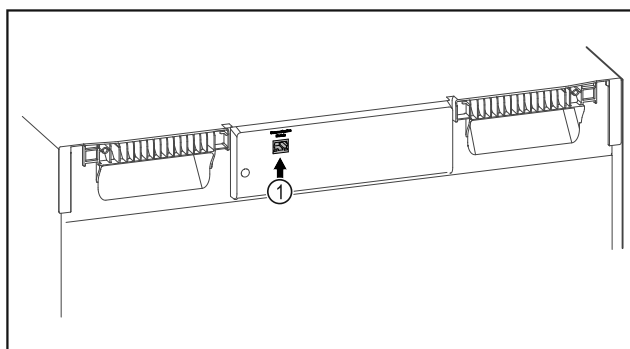

Fig. 79
- SmartModule Fig. 79 (1) er sat i.